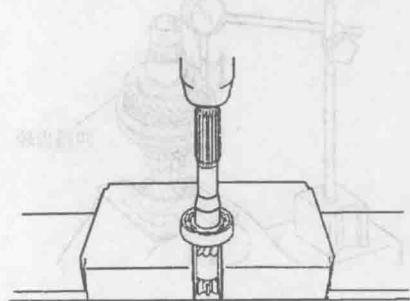

图 1-25 取下深沟球轴承
25) 用压力机取下深沟球轴承，用手握住轴下端，使其不能倒下，如图 1-25 所示。